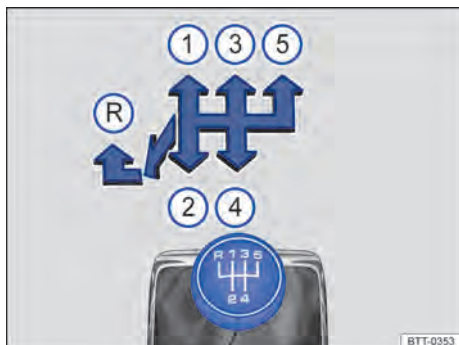

Fig. 129 Esquema de troca de marchas da transmissão manual de 5 velocidades.
As posições de cada marcha estão representadas na alavanca da transmissão ⇒ **Fig. 129** ou ⇒ **Fig. 130**.
- Empurrar a alavanca da transmissão totalmente para a esquerda e depois para frente até a posição de marcha a ré ⇒ **Fig. 129**  ou ⇒ **Fig. 130** .